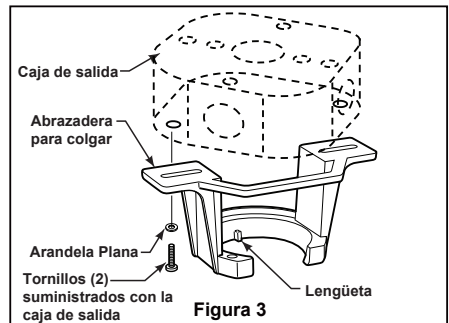

Figura 3
- ☐ 1. Fije bien la abrazadera para colgar a la caja de salida (no se incluye) con los tornillos y las arandelas provistas con la caja de salida. (Figura 3)